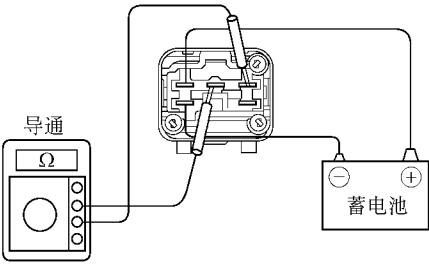

图 2-128 使用欧姆表检查端子 +B 和 FP 之间是否导通
1) 在端子 STA 和 E1 之间加上蓄电池的电压，使用欧姆表检查端子 +B 和 FP 之间是否导通，如图 2-128 所示。